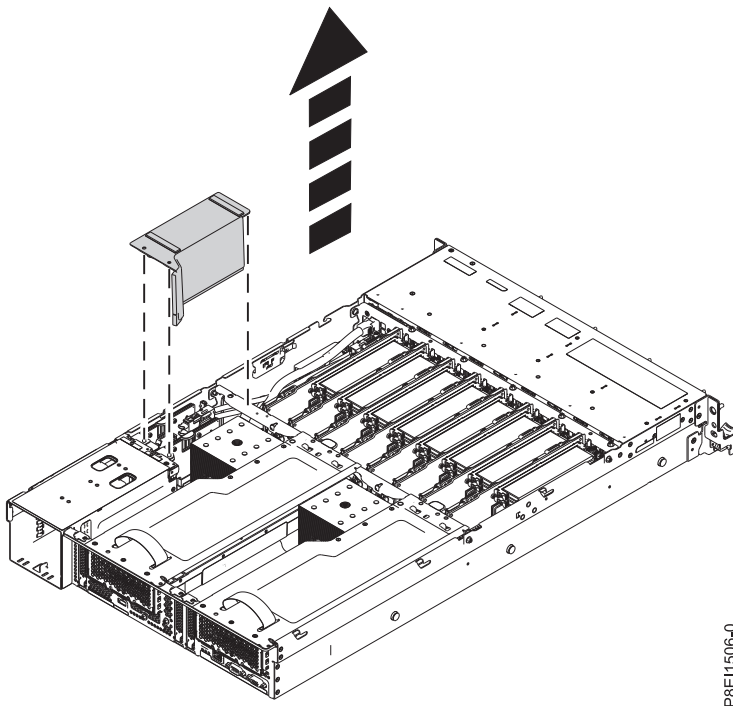

Figure 13. Retrait du déflecteur d'air du connecteur de bus d'alimentation
2. Retirez le déflecteur d'air du connecteur de bus d'alimentation. Voir figure 13.